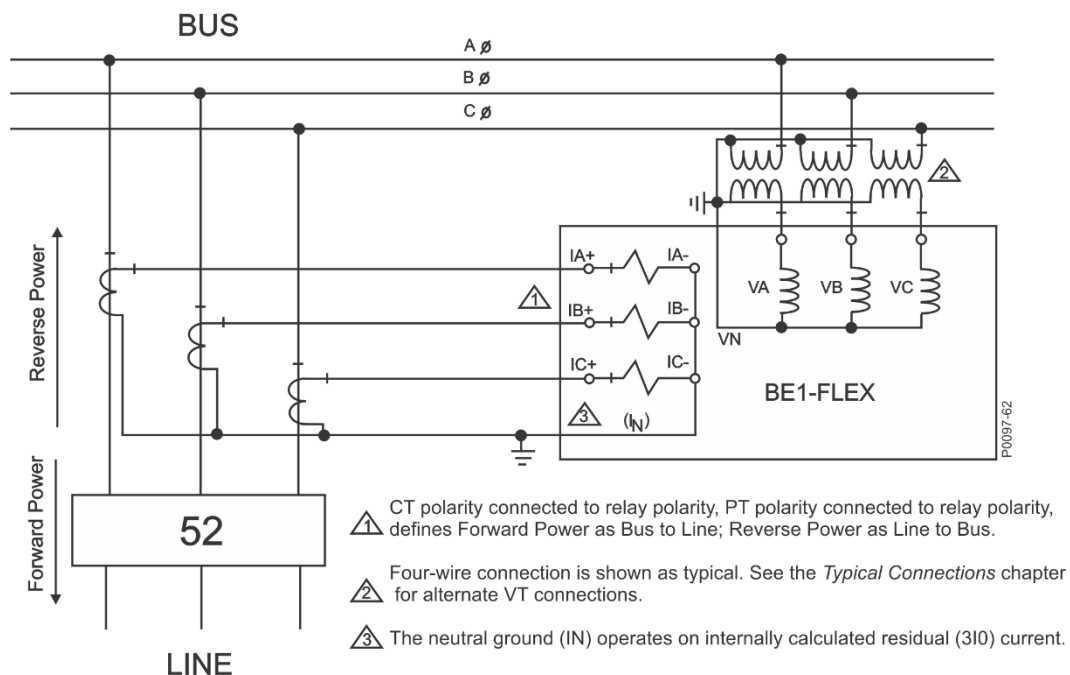
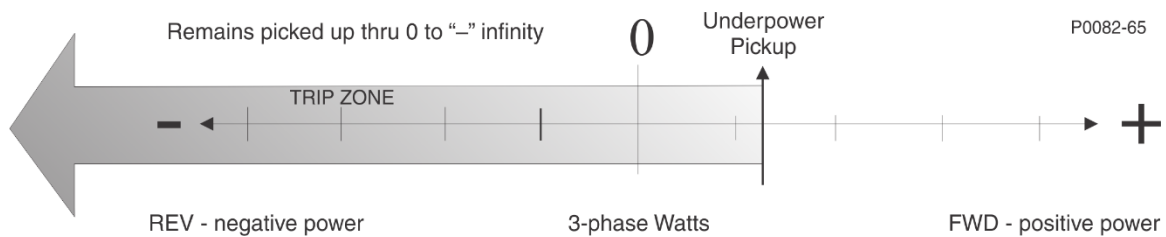

Figura 20-1. Dirección de flujo de potencia definida por la polaridad de las conexiones de tensión y corriente
Figura 20-2. Valores de activación de potencia directa e inversa
Además de superar el umbral de activación de potencia, la dirección del flujo de la potencia (directa o inversa) debe coincidir con el ajuste direccional del elemento 32, para que este pueda funcionar. En el BE1-FLEX, las direcciones directas e inversas están definidas por la polaridad de las conexiones de tensión y corriente al BE1-FLEX, como se muestra en la Figura 20-1. De acuerdo con la convención de polaridad de IEEE, la potencia directa se define como de bus a línea y la potencia inversa, como de línea a bus.
Los ajustes de activación de la potencia trifásica para los elementos potencia son siempre positivos, independientemente del ajuste direccional. Sin embargo, es útil visualizar la dirección directa como potencia positiva y la dirección inversa como potencia negativa, con el fin de comprender la respuesta del elemento. Si pensamos en términos de una escala directa e inversa con el cero (0) en el medio como se muestra en la Figura 20-2, la potencia positiva y negativa fluye en relación con el ajuste direccional directo e inverso. Por ejemplo, piense en una aplicación de interconexión, donde el suministro de energía eléctrica del área (red de servicio eléctrico) requiere que el suministro de energía eléctrica local (fuente de generación que no proviene de la red de servicio eléctrico) se separe del suministro de energía eléctrica del área (dispara el cortacircuitos de interconexiones) si alguna potencia fluye hacia el suministro de energía eléctrica del área. Para fines ilustrativos, suponga que el BUS en la Figura 20-1 es el suministro de energía eléctrica local, 52 es el cortacircuitos de interconexiones y LÍNEA es el suministro de energía eléctrica del área. El flujo de potencia normal corre desde el suministro de energía eléctrica del área hasta el suministro de energía eléctrica local, que es una instalación industrial con generación local utilizada para la nivelación de picos.
Al suponer la polaridad de las conexiones de corriente y tensión como se muestra en la Figura 20-1, la tensión directa se define como que fluye hacia el suministro de energía eléctrica del área y la potencia inversa se define como que fluye hacia el suministro de energía eléctrica local. Para esta aplicación, el elemento 32 se debe configurar para que se dispare en una condición de subpotencia mínima en la dirección inversa (hacia el suministro de energía eléctrica local). Por lo tanto, los ajustes serían Inverso, Sub y 1 vatio. Para aumentar la detección, el modo de selección del modo debe ser tres de tres, lo que requiere que cada potencia de fase descienda por debajo de un tercio del ajuste de potencia trifásica o 0.33 vatios. Suponga que la potencia normal absorbida por la carga es 4 kW en la dirección inversa o negativa de nuestra escala. Si se pierde la carga en forma repentina en la planta industrial, mientras se está realizando la generación de nivelación de picos, la potencia puede fluir hacia el suministro de energía eléctrica del área, según la relación de la carga con la generación. Lo que era 4 kW negativos pasa a través de 0 vatios en su recorrido hasta un nivel de potencia positiva. Sin embargo, al hacer esto, pasa a través del umbral de disparo de subpotencia negativa de Inversa, Sub, 0,33 vatios/fase, lo que da como resultado un disparo de 32 y la apertura del cortacircuitos del circuito de interconexiones. De 0,33 negativo al infinito positivo, el elemento 32 permanece en una condición de activación como se muestra en la Figura 20-2. Se debe incluir un retardo del disparo para garantizar que el elemento 32 no funcione en una condición de potencia transitoria.